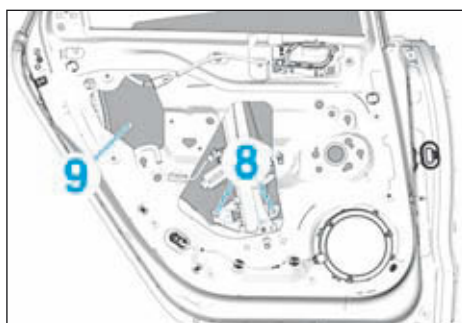

FIG.79
- Positionner la vitre de manière à accéder aux vis (8) (Fig.79).
- Déposer les vis (8).
- Déposer la vitre (9) en la pivotant puis en la tirant.